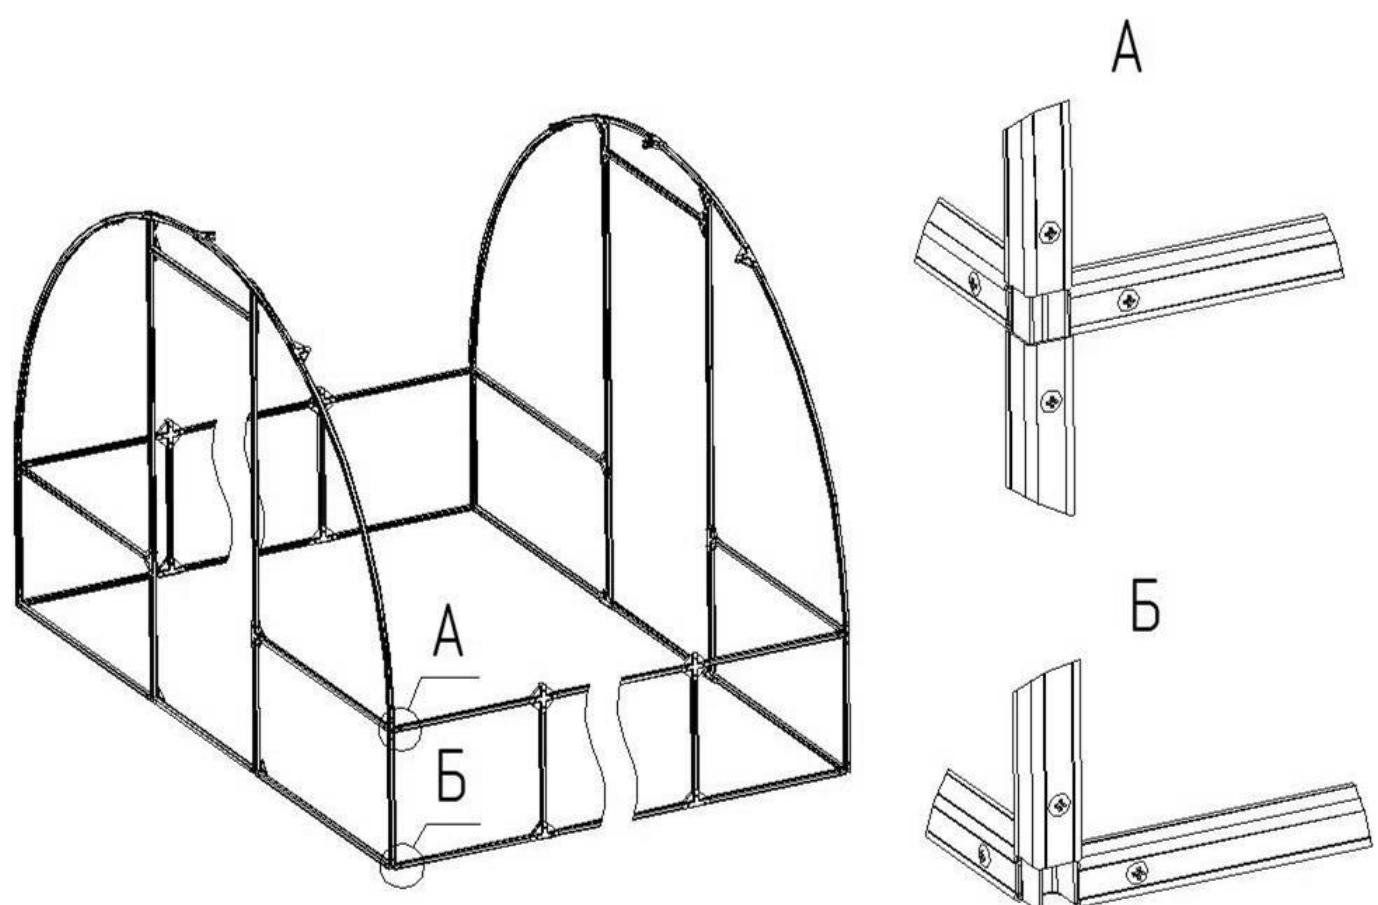

Рис. 3
- 6.3 Соедините боковые элементы с готовыми торцами (рис. 3), после чего установите на места крайние полуодуги. Далее устанавливается ряд боковых стрингеров 1, полуодуги средние 4 и завершающий ряд боковых стрингеров 1, замыкающих арку каркаса теплицы (рис. 4).